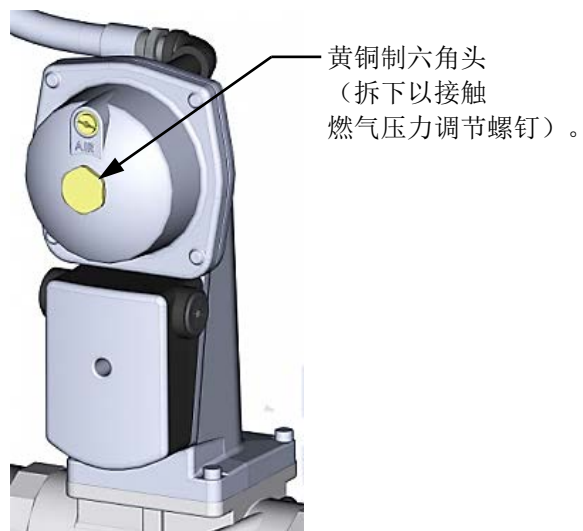

图4-3: SSOV 燃气压力调节螺钉的位置
10. 接下来，验证 SSOV 的下游燃气压力被设置在 **2.1 ± 0.2 英寸 W.C. (523 ± 50 Pa)**。如果需要调整燃气压力，请卸下 SSOV 驱动装置上的黄铜制六角螺母（参见图 4-3），以接触燃气压力调节螺钉。用平头螺丝刀进行燃气压力调整，使得燃气压力大约在 **2.1 英寸 ± 0.2 英寸 W.C.(523 ± 50 Pa)** 的范围内。
14. 将所测量的氧气水平与下面所示的氧气范围进行比较。此外，确保氮氧化物 (NOx) 和一氧化碳 (CO) 的读数不超过下述值。如果您不在“NOx-限制”区域且/或者在您的分析仪中没有氮氧化物 (NOx) 测量功能，则将氧气 (O₂) 设置为 **5.5% ± 0.5%**。
15. 如果氧气水平不在要求的范围内，则必须使用 SSOV（图 4-3）上的燃气压力调整螺来调整 SSOV 的下游侧的燃气压力。缓慢旋转燃气压力调节螺钉（约 1/4 圈增量）。每次调整后让燃烧分析仪稳定下来。顺时针旋转可降低氧气水平，逆时针旋转则增加氧气水平。
10. 接下来，验证 SSOV 的下游燃气压力被设置在 **2.1 ± 0.2 英寸 W.C. (523 ± 50 Pa)**。如果需要调整燃气压力，请卸下 SSOV 驱动装置上的黄铜制六角螺母（参见图 4-3），以接触燃气压力调节螺钉。用平头螺丝刀进行燃气压力调整，使得燃气压力在 **2.1 ± 0.2 英寸 W.C. (523 ± 50 Pa)** 的范围内。
14. 将所测量的氧气水平与下面所示的氧气范围进行比较。此外，确保氮氧化物 (NOx) 和一氧化碳 (CO) 的读数不超过下述值。如果您不在“NOx-限制”区域且/或者在您的分析仪中没有氮氧化物 (NOx) 测量功能，则将氧气 (O₂) 设置为 **5.1% ± 0.5%**。